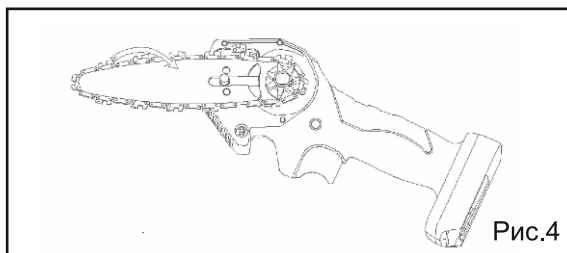

Рис.4
- установить цепь на звездочку пилы. От руки свободно проташите цепь по шине. Убедитесь, что цепь легла ровно и правильно в паз на шине, а также что ничто не препятствует ее движению (рис.4).